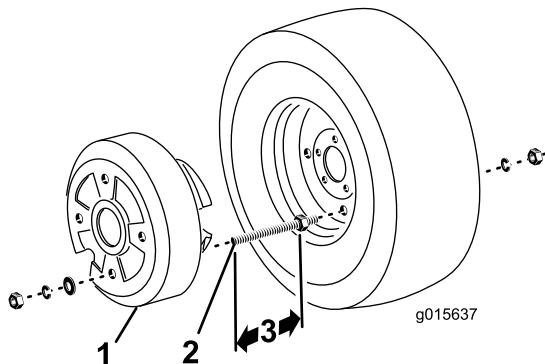

Figura 24
2. Aggiungete 3-7/8 poll. alla misura nella fase 1. Questa diventa la dimensione "A" nella Figura 24.
4. Inserite le asta filettate attraverso 2 fori opposti nel cerchio e fissateli in posizione con rondelle di bloccaggio (1/2 poll.) e dadi esagonali (Figura 24).
5. Posizionate la zavorra della ruota sulle estremità delle asta filettate e fissate in posizione con rondelle piane, rondelle di bloccaggio e dadi esagonali (Figura 24).